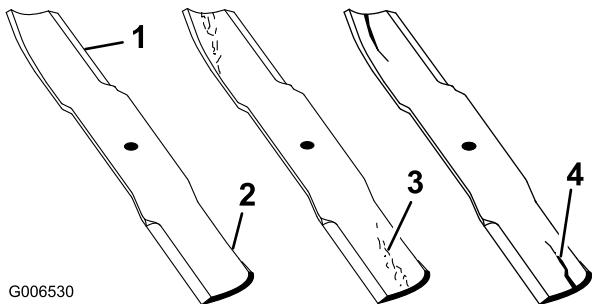

Figure 63
1. Examinez le tranchant des lames (Figure 63). Si les lames sont émoussées ou présentent des indentations, déposez-les et affûtez-les. Voir Affûtage des lames (page 50).
2. Inspectez les lames, surtout la partie relevée (Figure 63). Remplacez immédiatement toute lame usée, endommagée ou qui présente une entaille (repère 3. de la Figure 63).